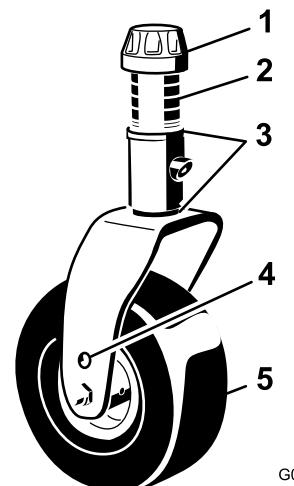

図 20
3. 両方のキャスタホイールのアクスルをキャスタフォークの上穴または下穴にセット全部のキャスタフォークで同じ穴に統一する図 20。
4. スピンドルシャフトからテンショニングキャップを外し図 20 キャスターからスピンドルを抜き出す。